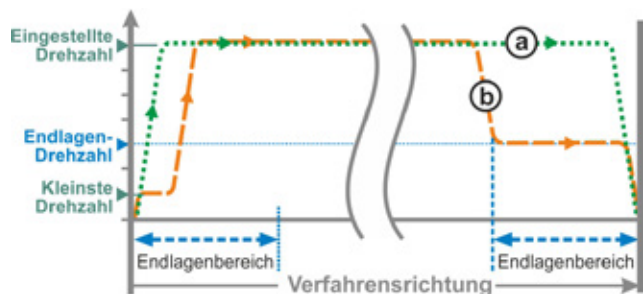

Abb. 3: Endlagen-Drehzahl ‚Schnell-Start/-Stopp‘
- Bei **wegabhängiger** Abschaltung wird kurz vor der Endlage die Drehzahl reduziert, so dass der Antrieb zum Stillstand kommt; siehe Abb. 3, Kurve a.